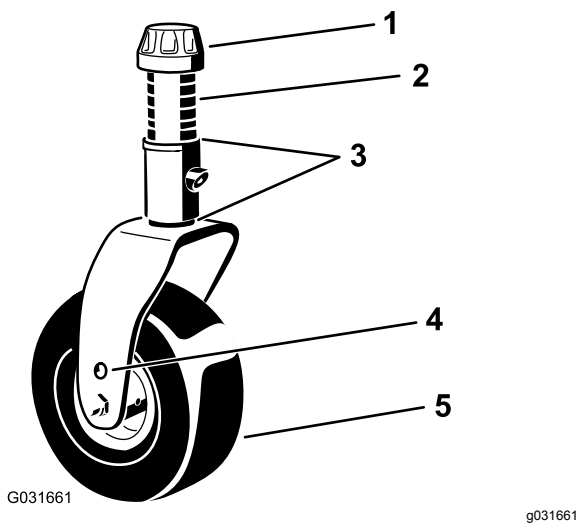
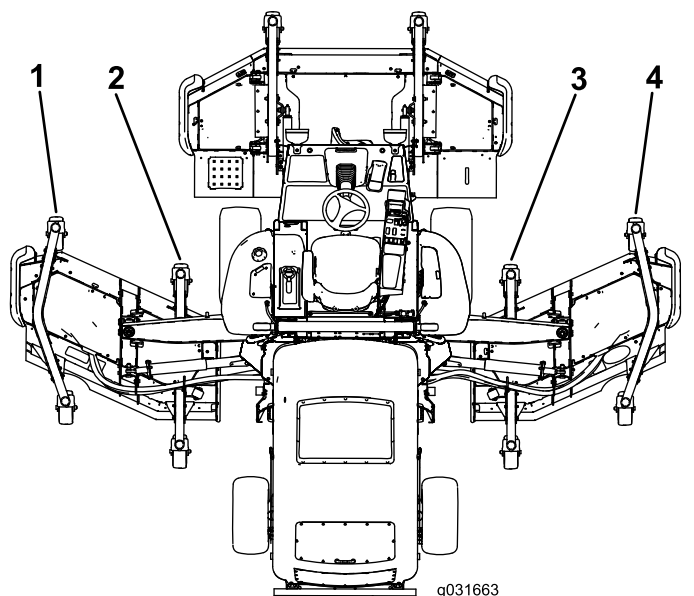

Figura 26
Figura 27
5. Se a extremidade interior da plataforma do cortador lateral estiver demasiado levantada em relação à ponta exterior da plataforma do cortador frontal, retire 1 calço do fundo do braço da roda giratória dianteira interior na plataforma do cortador lateral (Figura 26 e Figura 27).
6. Se a extremidade interior continuar demasiado alta, retire mais um calço do fundo do braço da roda giratória interior dianteira da plataforma do cortador lateral e um calço do braço exterior da roda giratória dianteira da plataforma do cortador lateral (Figura 26 e Figura 27).
cortador frontal, acrescente 1 calço ao fundo do braço da roda giratória dianteira interior na plataforma do cortador lateral (Figura 26 e Figura 27).